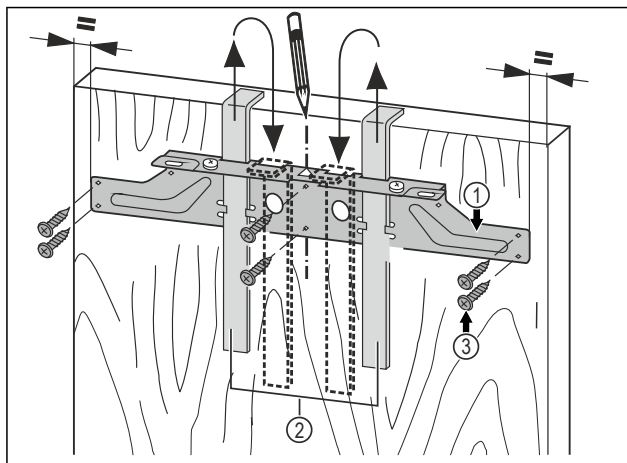

Fig. 44
- Accrocher la traverse de fixation Fig. 44 (1) du côté intérieur de la porte du meuble avec les aides au montage Fig. 44 (2).
- Aligner la traverse de fixation Fig. 44 (1) au centre de la porte.
- visser fermement la traverse de fixation Fig. 44 (1) avec au moins 6 vis Fig. 44 (3).
- visser fermement la traverse de fixation Fig. 44 (1) au bord avec 4 vis Fig. 44 (3).
- Retirer les aides au montage Fig. 44 (2) par le haut et les insérer retournées dans les ouvertures situées à côté.